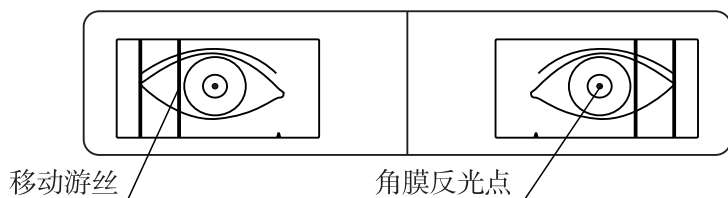

图 7a. 验光师在检测窗看到的景象
d. 验光师通过测量窗观察被测者眼睛瞳孔上的反光亮点，滑动“左、右瞳测量键”，使左、右瞳距游丝指针分别与与被检测者左、右眼瞳孔的反光亮点重合（图7a、7b所示）。显示窗的数据即为所测瞳距。